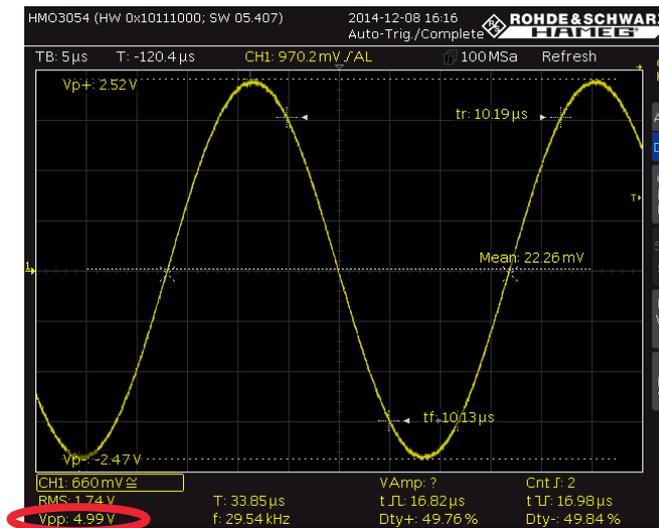

Bild 2-40: Nachgeregelte Amplitude von U_{in} bei der Grenzfrequenz
- Durch die höhere Frequenz haben sich die Anpassungsverhältnisse zwischen Signalgenerator und Messobjekt geändert. Dies hat Einfluss auf die Eingangsspannung. Für eine korrekte Messung der Grenzfrequenz muss daher die Eingangsspannung auf den bei $f=500$ Hz gemessenen Spannungswert am HMF2550 entsprechend nachgeregelt werden (Bild 2-40).